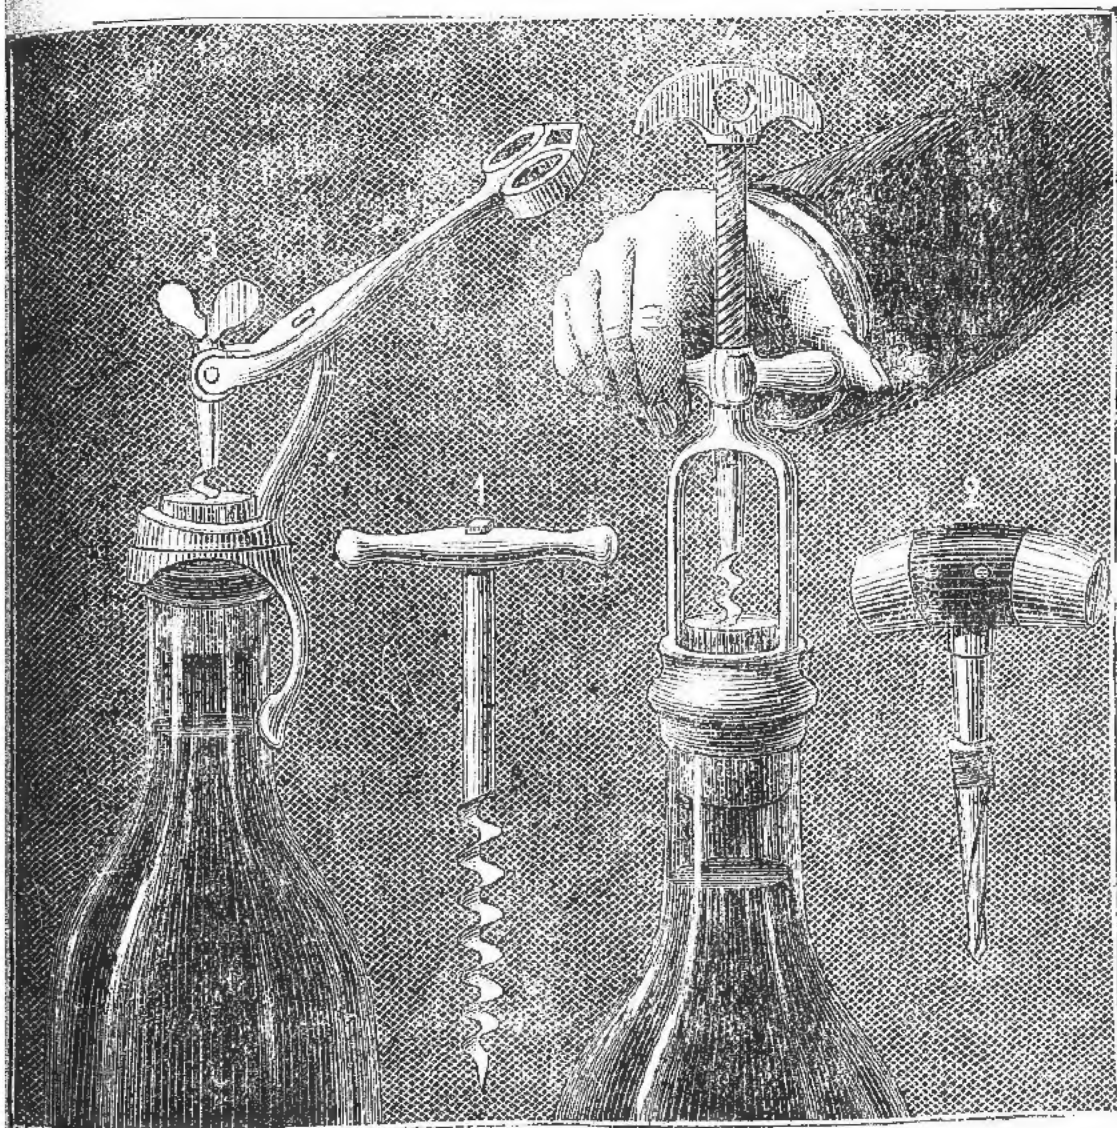

Fig. 62.
**Comment on débouche une bouteille.** — Le problème posé sur le titre de ce paragraphe est plus complexe qu'il n'en a l'air à première vue, du moins si l'on en juge par les figures (fig. 62 et 63) qui l'accompagnent et qui représentent un certain nombre de solutions choisies parmi les plus élégantes ou les plus commodes.
La forme classique est représentée (n° 1, fig. 62). Tout détail sur le mode d'emploi serait aussi fastidieux qu'inutile. Disons cependant que la forme ordinaire n'est pas absolument recommandable, à cause de l'insuffisance de grosseur du manche.
L'appareil représenté sous le n° 3 (fig. 62) s'explique de lui-même : après avoir enfoncé le tire-bouchon à la façon ordinaire et fixé le système sur le goulot, on voit qu'il suffit d'exercer un effort relativement léger sur le levier; cet effort se trouvant multiplié par 3 ou 4 sur le bouchon est toujours suffisant pour venir à bout du plus récalcitrant sans aucune fatigue. Le n° 4 (fig. 62) montre un tire-bouchon à vis dont nous parlerons plus loin.
Nous préférons de beaucoup à cette disposition ingénieuse, mais un peu compliquée, le tire-bouchon de M. Perille (n° 4, fig. 62) dans lequel les propriétés de la vis sont si habilement utilisées. L'appareil comporte trois pièces : une coiffe qui s'applique sur la bouteille à déboucher, un écrou à trois oreilles et une tige doublement filetée dont la partie inférieure s'engage dans le bouchon et la partie supérieure dans l'écrou à trois oreilles.
tits suppléments. Je suppose d'abord, ce qui arrive souvent, que l'on n'ait à sa disposition qu'un tire-bouchon ordinaire, tel que le représente le n° 1 (fig. 62). Outre qu'il est difficile de déboucher avec cet instrument une bouteille tenue entre les genoux sans l'agiter, ce qui est souvent un grand inconvénient, on risque, avec certaines bouteilles bouchées à la mécanique, de se donner un effort souvent grave; voici une façon d'opérer, écartant ces deux hypothèses, et que j'ai toujours pratiquée avec le plus complet succès sur n'importe quelle bouteille qui n'avait pu être débouchée autrement. Je pose la bouteille sur une table, tenant le goulot de la main gauche, la main affleurant le sommet du goulot. Je visse le tire-bouchon jusqu'à ce qu'il traverse le bouchon, puis je place autour de la tige du tire-bouchon entre la main gauche qui reste immobile et la barre transversale du tire-bouchon, la main droite que je rétrécis autant que possible pour l'y introduire en plaçant légèrement les doigts les uns sur les autres; il suffit alors de fermer la main droite complètement; dans ce mouvement les doigts reprennent leur place et la main tendant à s'élargir soulève le tire-bouchon et le bouchon. Mais il arrive souvent que l'on n'a pas à sa disposition même le plus simple tire-bouchon. Si vous avez un couteau, cela suffit; vous introduisez la lame dans le bouchon en le traversant et tenant la bouteille de la main gauche, avec la main droite vous tournez le couteau de droite à gauche en le tenant par le manche et tout en tournant, mouvement que suit le bouchon, vous faites effort pour arracher le couteau de bas en haut. Si vous n'avez pas de couteau et que le bouchon fasse saillie de 3 à 4 millimètres sur le gou-